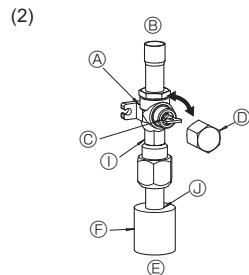

Fig. 4-7
- ① Entfernen Sie die Kappe und drehen Sie die Ventilstange mit einem 4 mm-Sechskantschlüssel bis zum Anschlag gegen den Uhrzeigersinn. Hören Sie auf zu drehen, wenn der Anschlag erreicht ist. (Etwa 10 Umdrehungen)
- ② Sicherstellen, daß das Absperrventil vollständig offen ist, und die Kappe zurück in Ausgangsstellung drehen.
- (2) Gasseite des Absperrventils (Fig. 4-7)
- ① Entfernen Sie die Kappe, ziehen Sie den Griff zu sich hin und drehen Sie zum Öffnen 1/4 Drehung gegen den Uhrzeigersinn.
- ② Achten Sie darauf, dass das Absperrventil vollständig geöffnet ist, drücken Sie den Griff hinein und schrauben Sie die Kappe wieder an der ursprünglichen Position auf.